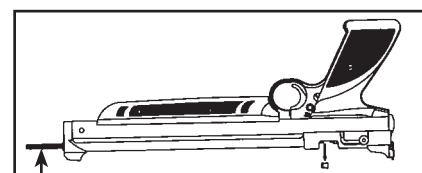

Fig. 5
- 3. Når bolten er åben, indsæt en ladelostok (sælges separat) i lobets munding og skub forsigtigt den fastsiddende hagl ned i indfyldningsrummet (foran bolten) (Fig. 5).